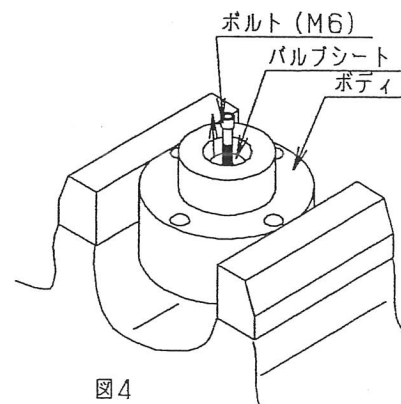

図4
- ⑤ バルブシートにはM6のタップが加工されていますので、ボルトをねじ込み引き抜きます(図4)。